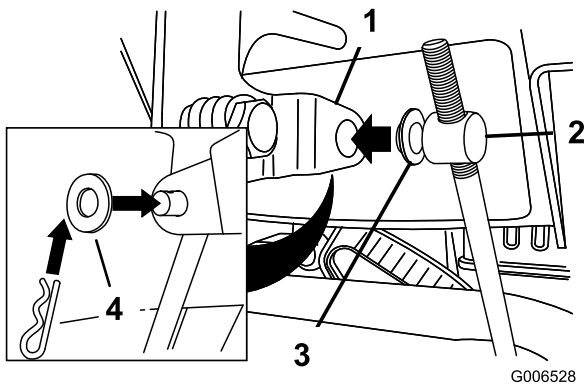

Bild 12
3. Entfernen Sie den Splint und die äußere Scheibe vom Drehzapfen am oberen Ende des Geschwindigkeitseinstellgestänges (Bild 12).
Hinweis: Lassen Sie die Flachscheibe auf dem Drehzapfen, um den Einbau zu vereinfachen (Bild 12).
6. Heben Sie die Geschwindigkeitsschalthebel an und setzen Sie den Drehzapfen in das Loch im Geschwindigkeitsschalthebel (Bild 12).